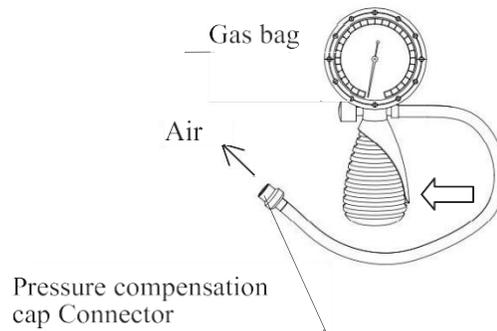

Fig 7.2 Détecteur de fuites
d'autres dommages. (Voir Fig. 7.2)
2. Appuyez sur la poche à gaz et assurez-vous que le détecteur de fuites évacue l'air du connecteur (voir Fig. 7.2).